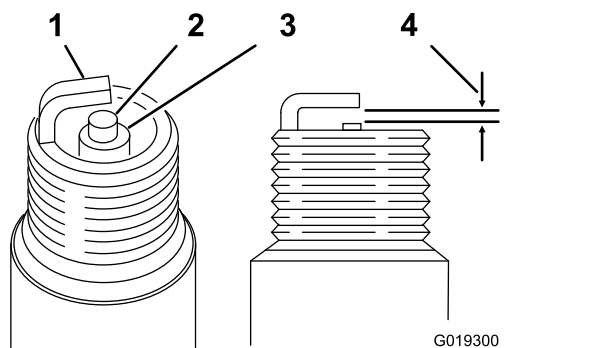

图 32
空隙 0.700.80mm 请参阅 图 32
4. 如图 32 所示将空隙设定为 0.700.80mm。